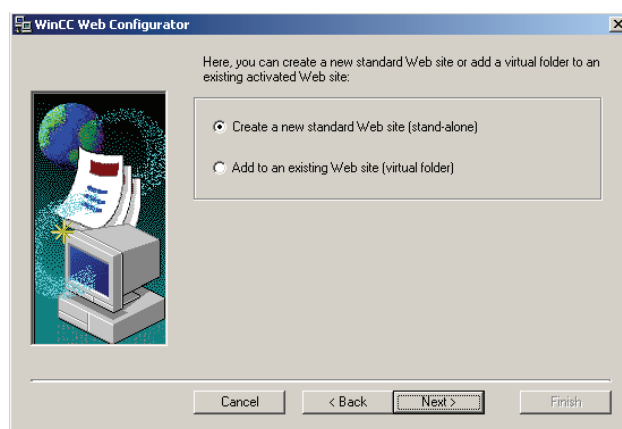

图 15-25 WinCC Web Configurator 选择对话框
2) Web Configurator 会检测组态是否已存在。若未找到组态，激活“创建一个新的标准 Web 站点 (独立) (Create a new standard website (Stand-alone))”，单击“下一步 (Next)”按钮，如图 15-25 所示；若找到组态则单击“Next”并检查组态。